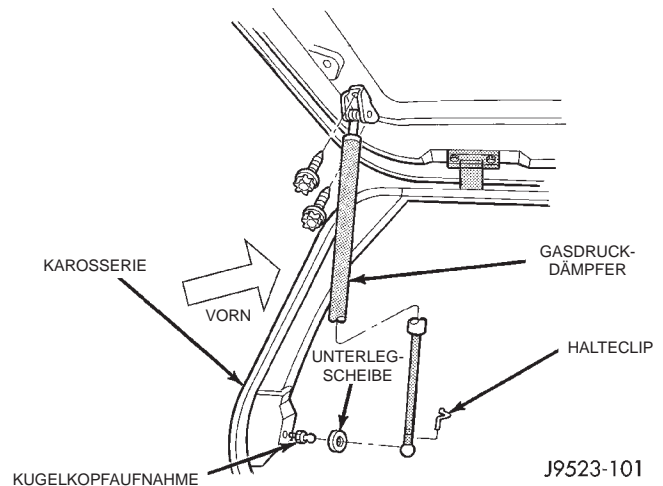
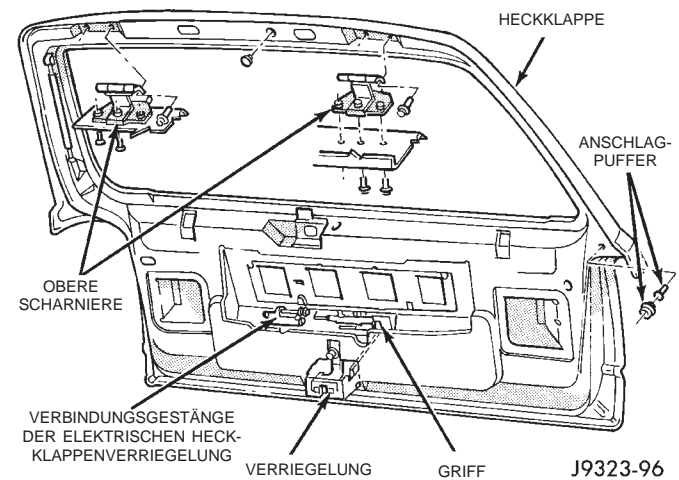

Abb. 60 Gasdruckdämpfer der Heckklappe
Abb. 61 Bauteile der Heckklappe
- (1) Heckklappe öffnen und zur Erleichterung der Arbeiten abstützen.
- (2) Verkleidung der Heckklappe abbauen.
- (3) Halteclips ausrasten, mit denen die Gasdruckdämpfer an den Kugelkopfaufnahmen befestigt sind (Abb. 60).
- (4) Gasdruckdämpfer aus den Kugelkopfaufnahmen ausbauen.
- (5) Die oberen Befestigungsschrauben der Gasdruckdämpfer lösen und Gasdruckdämpfer abstützen.
- (6) Kabelbäume abklemmen und Schlauchleitung der Heckscheibenwaschanlage abziehen.
- (7) Befestigungsschrauben der Scharniere an der Heckklappe lösen (Abb. 61).
- (8) Heckklappe aus dem Fahrzeug nehmen.